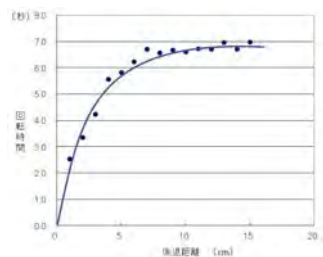

図5 実験に用いたプルバックカー
実験に適した車種を選定するにあたり、集めた49台のプルバックカーの中から①よく走るか、②真っ直ぐに進むか、③適当な車体の大きさであるか、④再現性があるか、⑤力強く走るかどうかという5つの項目を総合的に判断して、22番の車種(図5)を選択した。